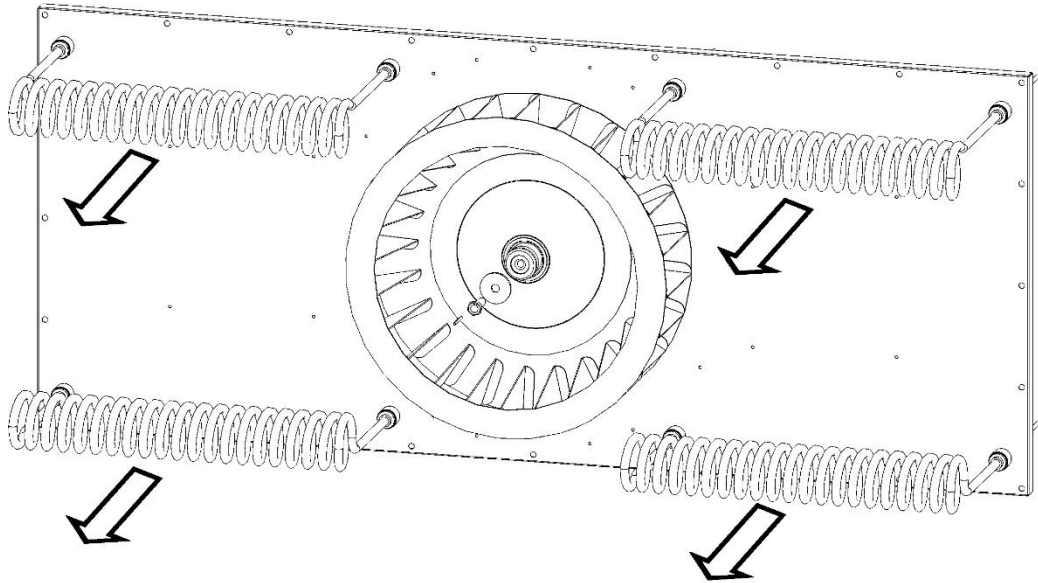

Fig.8
1. Desenroscar las tuercas que fijan las resistencias y sacarlas frontalmente (Fig.8)
Toque y deslice el dedo por la circunferencia en el sentido de las agujas del reloj o en sentido contrario para cambiar el parámetro (*fig.8*)